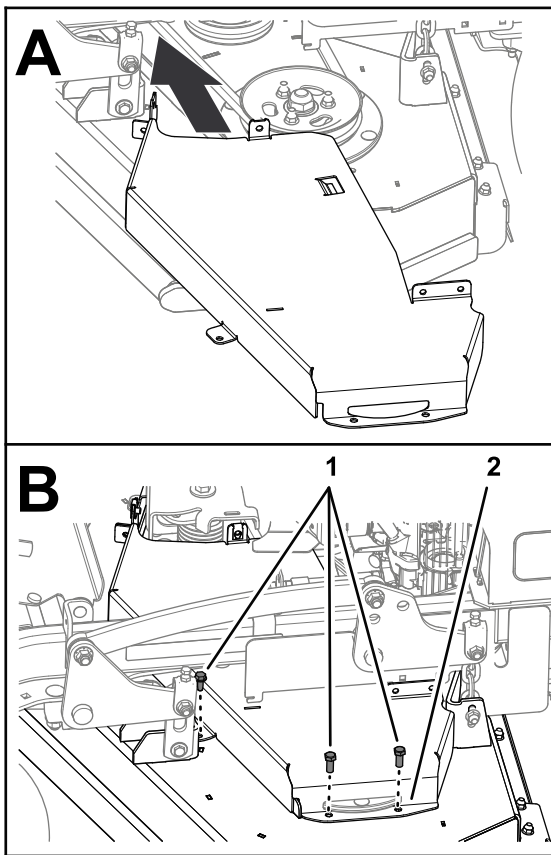

Bild 42
1. Montieren Sie die linke Riemenabdeckung mit den drei Schrauben, die Sie in Entfernen der linken Riemenabdeckung \(Seite 28\) entfernt haben, an das Mähwerk (Bild 42).